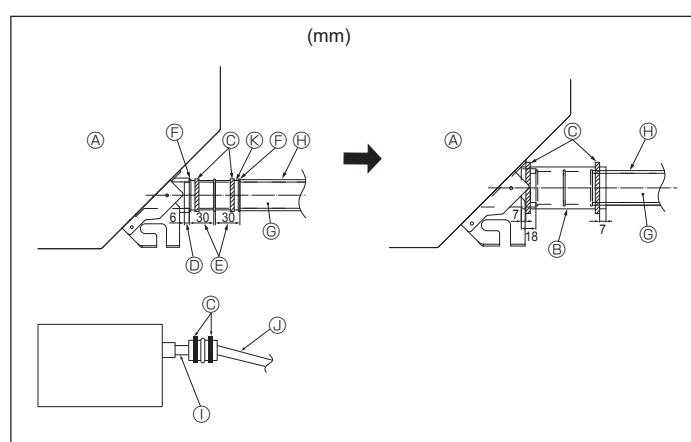

Fig. 5-2
- Die Ablaßmuffe (mit der Anlage geliefert) an den Dräneageauslaß anschließen. (Fig. 5-2) (Das Rohr mit PVC-Kleber ankleben und dann mit einem Band sichern.)